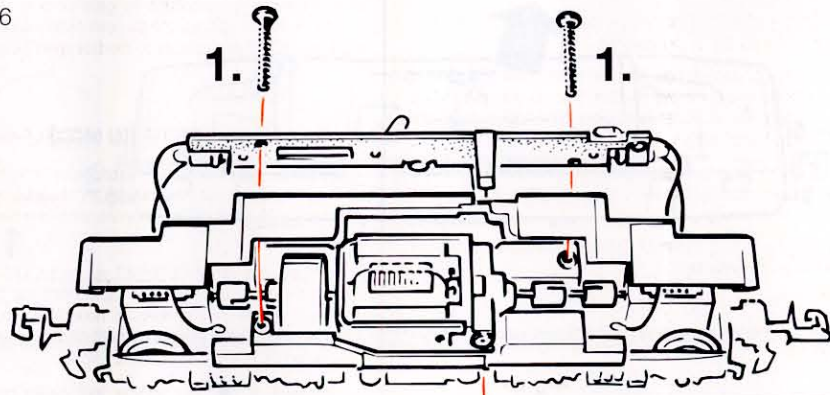

Fig. 8
**4. Haftreifenwechsel:** Zuerst die Drehgestellblenden abnehmen (Fig. 4). Danach den **Radsatz** herausnehmen und den **Haftreifen** mit einer Nadel oder mit einem feinen Schraubendreher abziehen (Fig. 8). Beim Aufziehen des neuen Haftreifens bitte darauf achten, daß dieser sich **nicht verdreht**.
**4. Change of traction tyre:** Remove **gear cover** (fig. 4) Take out **wheel set** and remove **traction tyre** using a pin or a fine screwdriver (fig. 8). When pressing on the new traction tyre please **avoid twisting** it. ⇨ *Assembly*
**4. Échange des bandages d'adhérence:** Démontez d'abord le **couvercle du carter** des engrenages (fig. 4). Délogez ensuite les essieux bandagés et enlevez, à l'aide d'une aiguille ou d'un tourne-vis fin les bandages d'adhérence (fig. 8). Lors du montage des nouveaux bandages veuillez veiller à ce que les bandages **ne soient pas tordus**. ⇨ *L'assemblage*